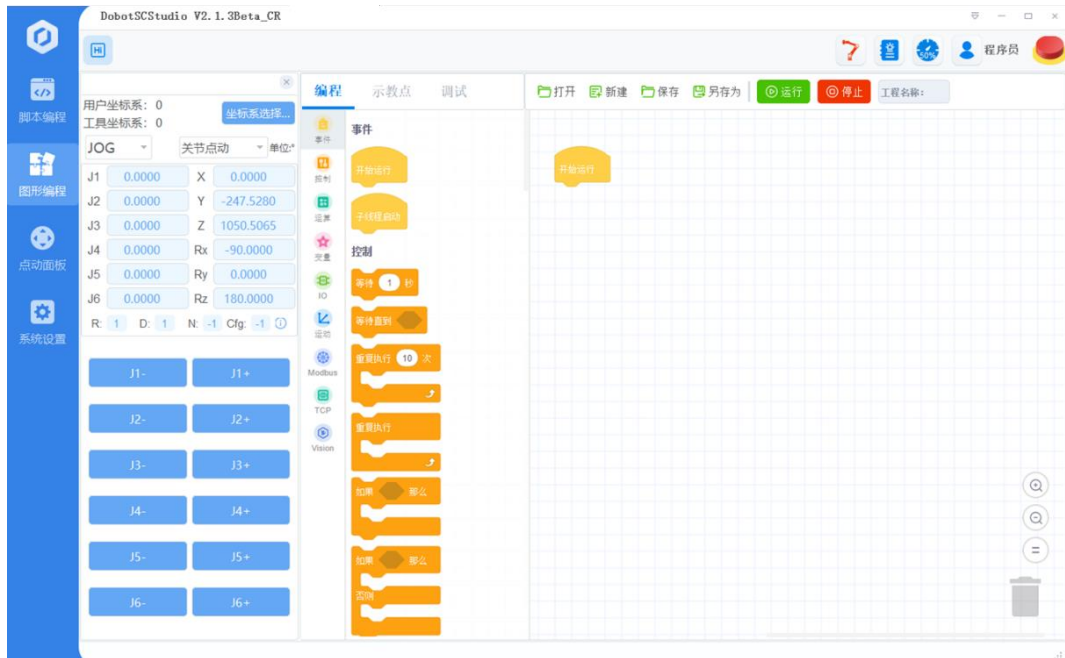

图 3.6 进入图形编程页面
**步骤 1** 单击  进入图形编程页面，如图 3.6所示。